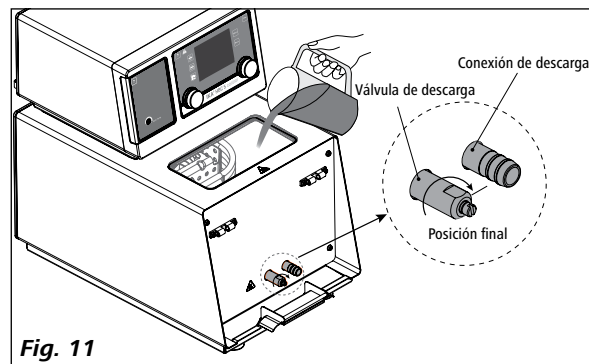

Fig. 11
- Asegúrese de que la válvula de descarga esté cerrada (posición final en el sentido de las agujas del reloj, véase Fig. 11).
- Inserte el enchufe en la toma correspondiente y encienda el aparato con el interruptor de alimentación (2).
- Abra la tapa (15) y llene el baño de líquido.